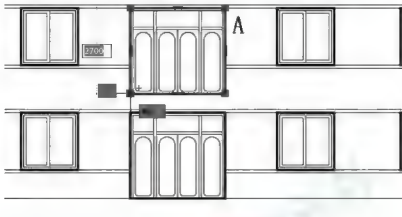

图 4.41 定义坐标基点
(1) 设置【阳台】图层为当前层, 并用【窗口缩放】命令将视图放大至如图 4.41 所示的状态。
(2) 在命令行无命令状态下,单击如图 4.41 所示的 A 线(阳台门洞口线),此时出现 4 个夹点,然后单击左下角的蓝色夹点使其变红,按两次 Esc 键取消夹点。通过此步操作定义下一步操作的相对坐标基点。